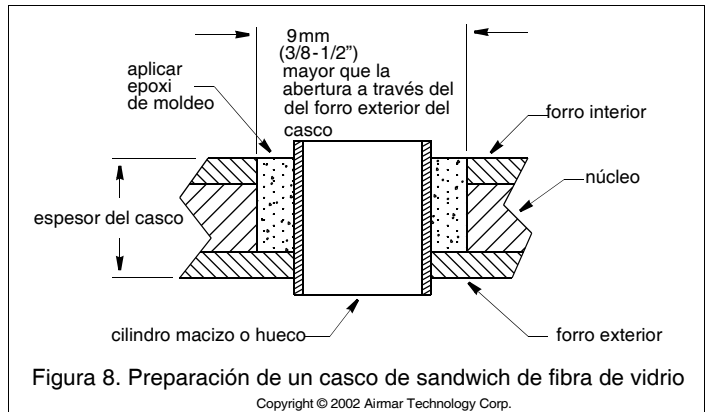

Figura 8. Preparación de un casco de sandwich de fibra de vidrio
- Con una corona de 51 mm o 2", corte el orificio desde el *exterior* del casco únicamente a través del forro exterior (Figura 8).